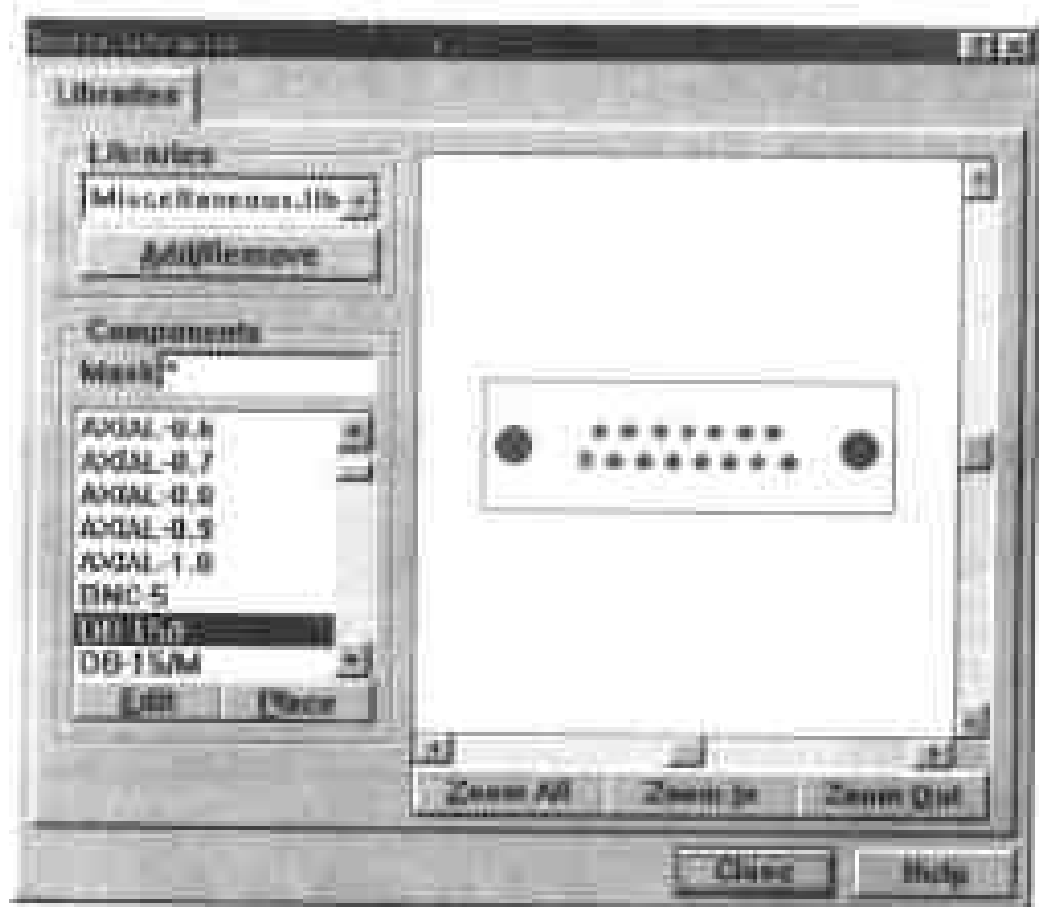

图 6-29 浏览元件库中的元件
(5) 在图 6-28 所示的浏览器窗口的上部列表框中单击某一个已经载入的元件库，然后单击列表框底部的 Browse 命令按钮，弹出如图 6-29 所示的对话框。
注意：除了在图 6-29 所示的对话框中选定元件，单击 Place 命令按钮放置元件以外，用户还可以在 PCB 浏览器窗口的 Components 列表框中浏览并选中所需要的元件，然后单击列表框底部的 Place 命令按钮，将元件放置在图纸中。